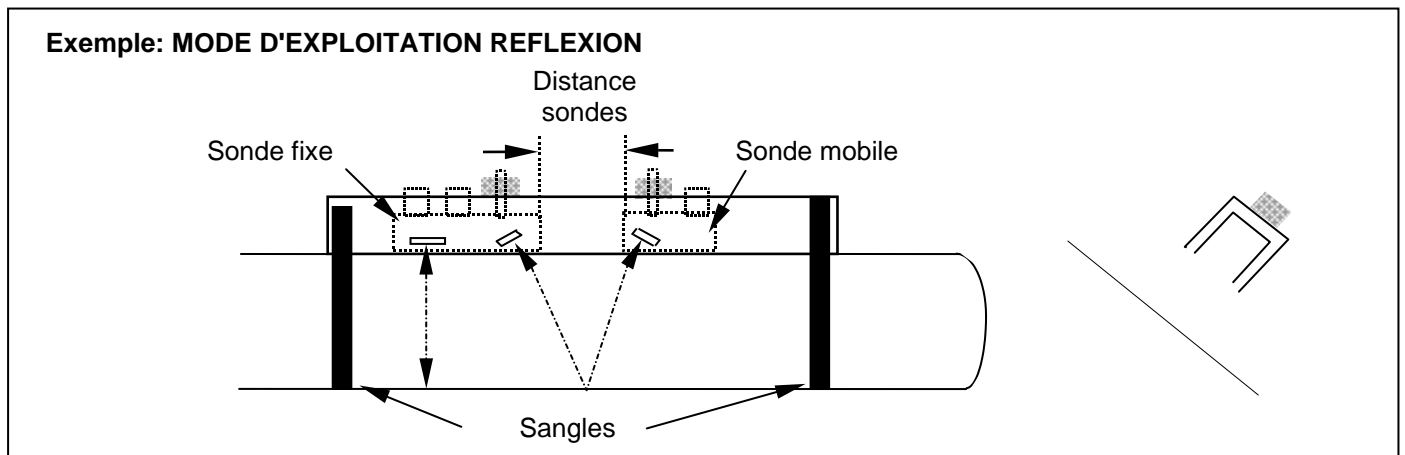

Figure 3
- Fixer l'ensemble sur la conduite comme représenté à la figure 3, puis tourner le bouton moleté de la sonde fixe dans le sens anti-horaire afin de faire plaquer la paroi de la sonde sur la conduite.
- Ajuster la distance d'écartement indiquée (voir figure 3) en glissant la sonde mobile le long de l'échelle graduée. Tourner ensuite le bouton moleté dans le sens anti-horaire afin de plaquer la face de sonde contre la paroi.